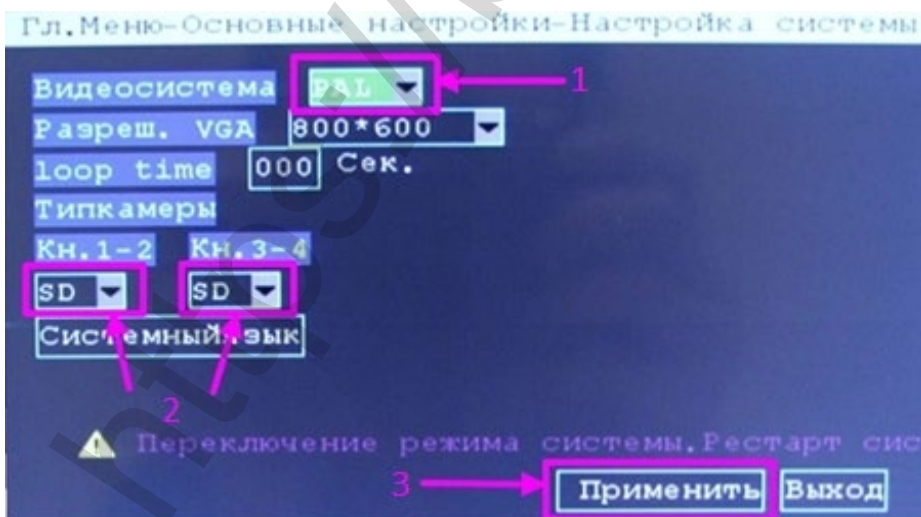

Рисунок 3.5 – Вид окна "Настройка системы",
3.3.2.1.2 в открывшемся окне "Настройка системы" ("Система") (см. рис. 3.5) выберите:
- а) тип видеосистемы подключенных к Регистратору камер – PAL для камер телестандарта PAL или NTSC для камер телестандарта NTSC (см. поз. 1 на рис. 3.5);
- б) разрешение подключенных видеокамер*,** ("Тип камеры") (см. поз. 2 на рис. 3.5);
3.3.2.1.3 После изменения любого из параметров необходимо сохранить изменения активировав поле "Сохранить" ("Ок"/"Применить") (см. поз. 3 на рис. 3.5). При изменении хоть одного значения от исходного после активации поля "Сохранить" ("Ок"/"Применить") Видеорегистратор запросит подтверждение на изменение параметра(-ов) и после Вашего подтверждения произведет перезагрузку.